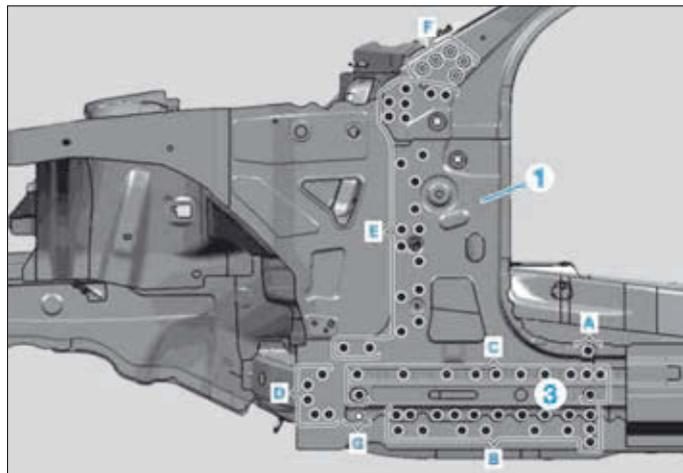

FIG. 64
- Poser la partie intérieure du montant A (1) et le renfort offset (3), l'ajuster et le fixer avec le dispositif de soudage (Fig.64).
- Percer sur la partie intérieure du montant A (1) et sur le renfort offset (3) des trous de rivet de Ø 6,7 mm dans la zone (G).